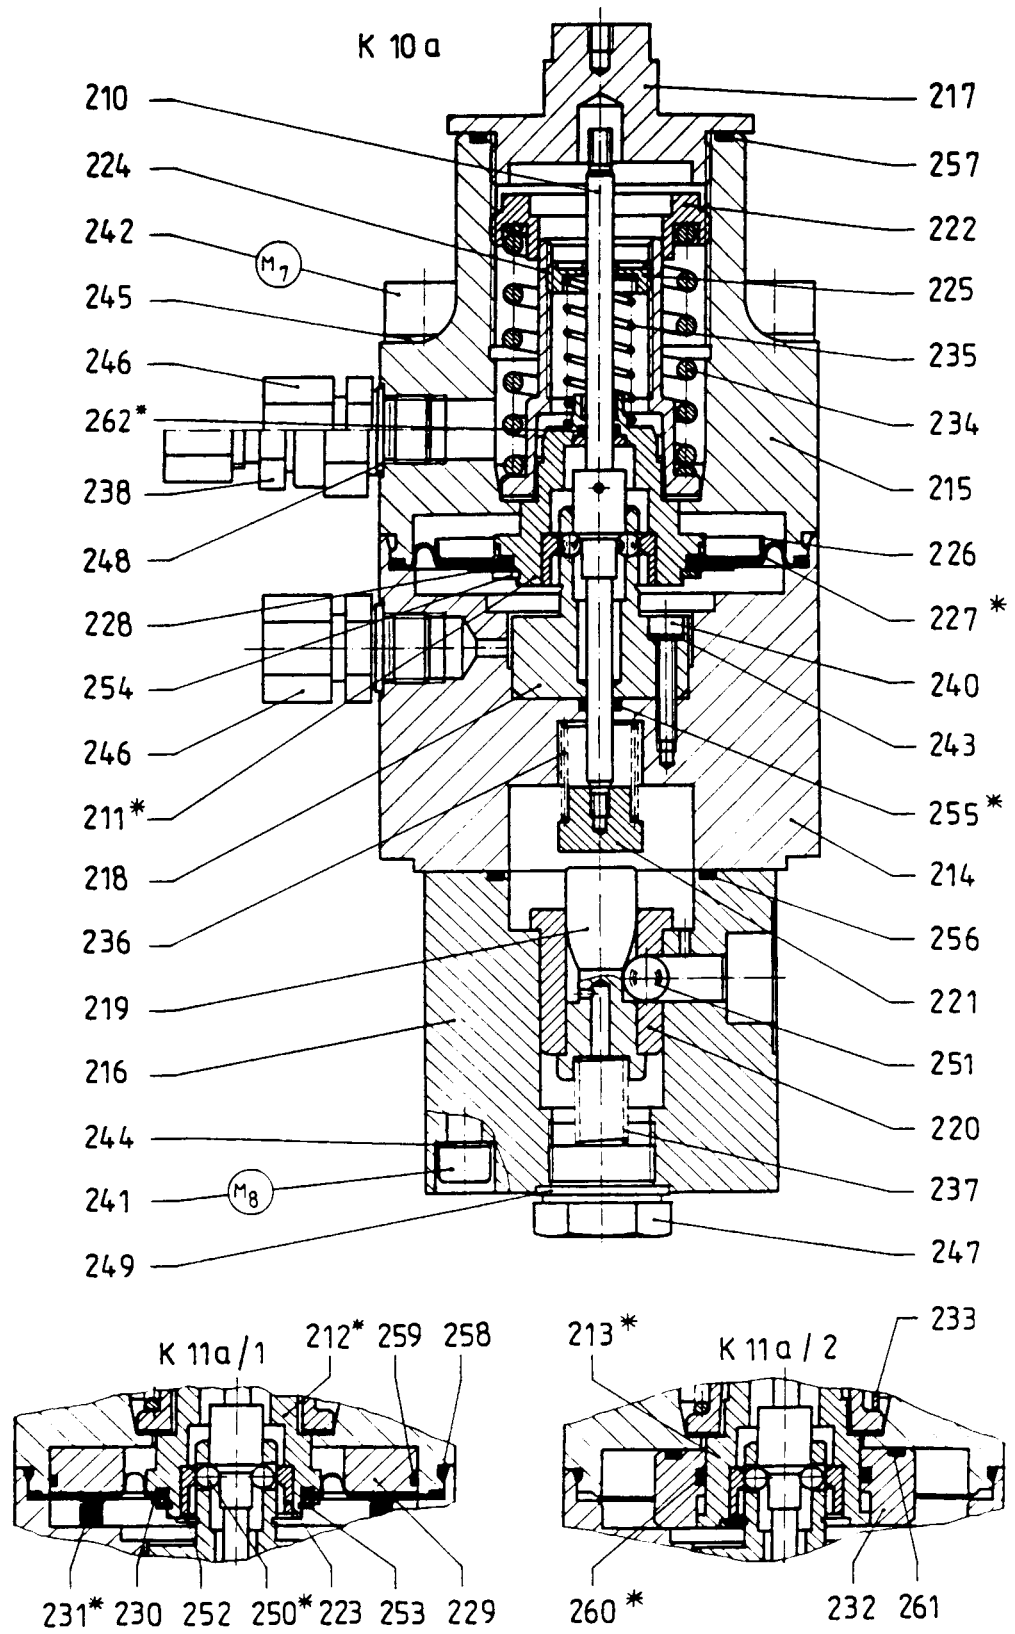

Bild 9 Kontrollgeräte K 10a K 11 a
- Federhalter (Bild 9)
* Montage und Einstellwerkzeuge: Zange A1 DIN 5254 für Sicherungsring (252) Bild 9
Zange A21 DIN 5254 für Sicherungsring (253), (254) Bild 9
Einstellschlüssel 10004912 für Federteller (222), (225) Bild 9